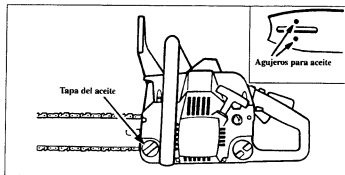

Figura 15
- b. Apoyar la sierra sobre el costado con la tapa de aceite hacia arriba. Referirse a la ubicación de la tapa de aceite. Figura 15.